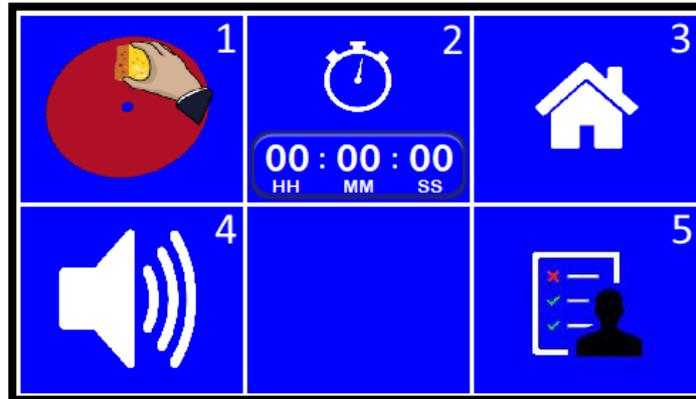

Рис. 10
2. Выберите кнопку программы очистки **из. 1) Рис. 10**